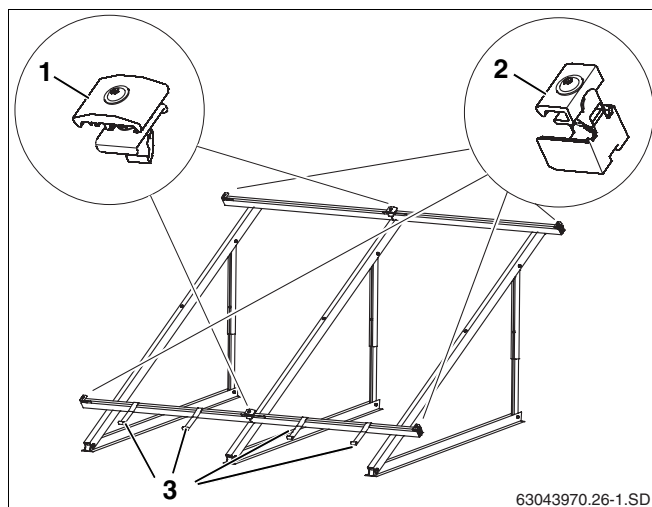

Fig. 44 Elementos de fixação para o colector
As fixações dos colectores nos perfis são feitas com um tensor de colector unilateral (fig. 44, **item 2**) no princípio e no fim de uma fila de colectores e os tensores de colector bilaterais (fig. 44, **item 1**) entre os colectores.
Adicionalmente, com as protecções contra deslizamento, (fig. 44, **item 3**) evita-se que o colector escorregue.